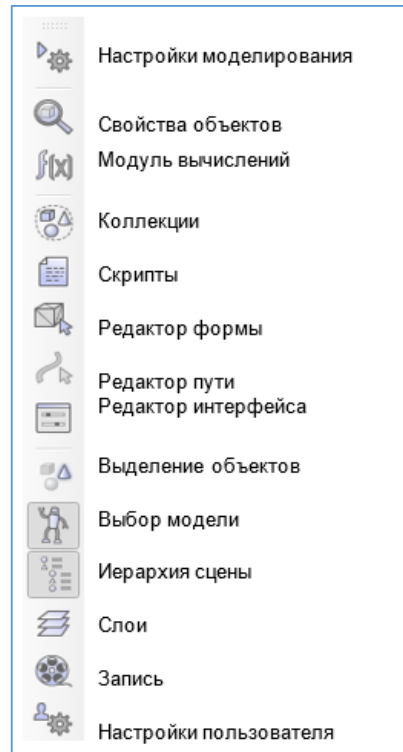

Рис. 9.3: Контекстное меню программы V-REP
9. Всплывающее меню (Рис. 9.3) – появляется при щелчке правой кнопкой мыши.